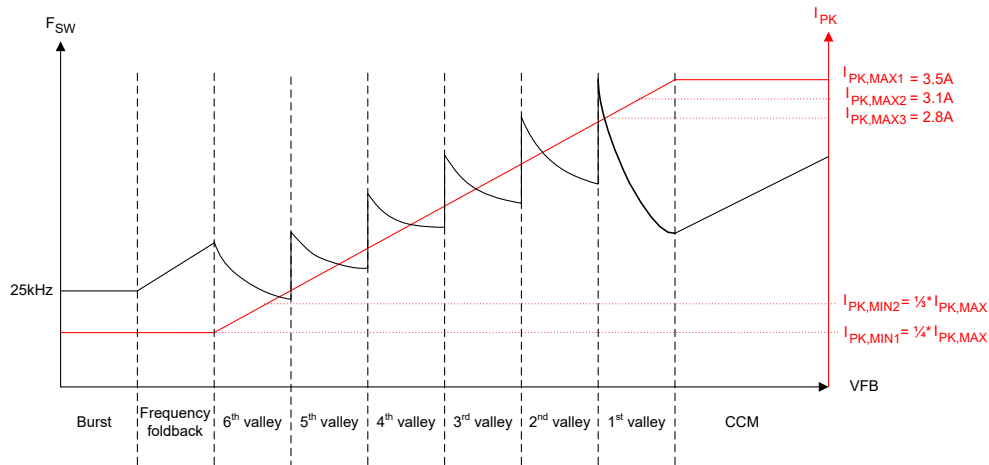
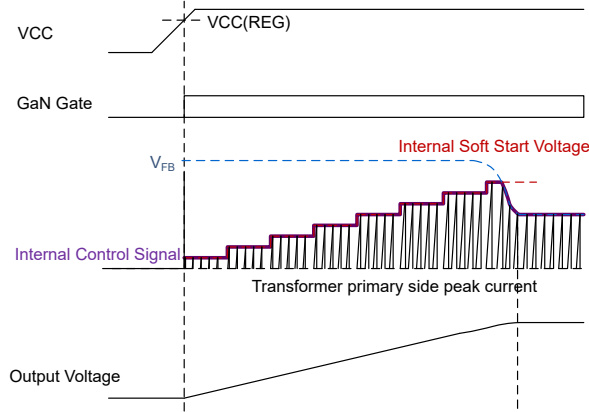

図 7-4. UCG2883x/4x 制御規則
図 7-9. ソフト スタート シーケンス
出力レギュレーションを行うには、フィードバック (FB) ピンをオプトカプラのコレクタに接続します。このピンには、オプトカプラのバイアス用に 60kΩ の内部プルアップ抵抗が備わっています。このピンの瞬間電圧は、図 7-4 の制御規則に基づいて、スイッチング周波数、ピーク電流、動作モード (バースト、フォールドバック、バレー スイッチング、または CCM) を決定し、必要な出力電力を供給します。高周波ノイズ フィルタリングのため、このピンとグランドとの間に 100pF または 220pF のコンデンサを接続します。
したがって、UCG2883x/4x では、各スイッチング サイクルで、ピーク電流スレッシュホールドに達した後に、1 次側 GaN HEMT がオフになり、不連続モード (DCM) 動作中に磁化リングで次のターゲット バレーでオンになります。1 次側ピーク電流とターゲットの瞬時値は、図 7-4 の制御規則に従って帰還 (FB) ピン電圧によって決定されます。FB ピンをオプトカプラコレクタに接続します。負の帰還ループは、出力で特定の  $V_{OUT}$  および  $P_{OUT}$  をサポートするために必要な値に FB ピンの電圧を設定します。後で説明するように、本デバイスはバースト、周波数フォールドバック、バレー スwitching、連続導通モードの 4 つの動作モードのいずれかで動作できます。
図 7-4 に示す制御規則では、UCG2883x/4x は最大ピーク電流  $I_{PK, MAX}$  を選択できる柔軟性を備えており、定格負荷および変圧器サイズでのスイッチング周波数に対して最適化できます。 $I_{PK, MAX}$  の各設定について、最小ピーク電流  $I_{PK, MIN}$  に対して  $1/3$  または  $1/4$  のスケール比を使用できます。この  $I_{PK, MIN}$  値によって、フライバック コンバータが周波数フォールドバックまたはバースト モードで動作しているときの軽負荷条件でのスイッチング周波数および損失が決定されます。 $I_{PK, MAX}$ 、 $I_{PK, MIN}$  のすべての値について、式 1 のとおり、制御規則のピーク電流と帰還電圧の勾配は同じに変わりません。表 7-5 に、表 7-2 のさまざまなピーク電流設定に対する、異なるモード間およびバレー間で遷移するためのスレッシュホールド電圧を示します。
UCG2883x/4x は、スイッチング損失を低減するため、ソフトスイッチングとバレーでの 1 次側 FET ターンオンで動作するように設計されています。コンバータは、ピーク負荷過渡時を除き、バレー スイッチングで動作します。ピーク負荷過渡時には、CCM モード (CFX ピンを使用して有効化されている場合) に制御が移行する場合があります。バレー スイッチングモード中、目標バレーおよびピーク電流スレッシュヨルドは 図 7-4 および 式 1 の制御規則によって制御されます。
図 7-4 に示すように、出力電力が増加して最初のバレー QR 動作の境界に達すると、制御は  $I_{PK, MAX}$  にクランプし、CCM モードで 2 次側導通時間  $T_{OFF}$  の減少を開始します。この  $T_{OFF}$  時間の減少は、FB ピンの電圧が QR モードのオフ時間の 30% まで上昇することに比例して、QR モードの出力電力供給能力の最大 1.7 倍に達します。CCM モードで周波数クランプに達しないようにし、出力電圧リップルを増加させる可能性のあるサブハーモニック振動を回避するため、アプリケーション要件に応じて、一次側励磁インダクタンス  $L_M$  を十分に大きい値を使用します。CCM モードでは、ピーク電力能力を最大化するため、スイッチング周波数クランプのクランプ周波数が 2 倍になります。長時間の出力電力過渡については、コンバータは 10ms の CCM タイマが満了した後、QR モード動作の 4 スwitching サイクルにわたって最初のバレー QR モードに戻り、CCM 動作を再開します。電力が低下して CCM 動作が不要になるまで、この動作は 10ms ごとに繰り返されます。表 7-4 の値に応じて、CFX ピンと GND の間に抵抗を接続して CCM モード動作を有効化または無効化できる柔軟性があります。
フライバック コンバータがオンになると、0V の出力電圧で起動します。低電圧によって、フィードバック電圧 FB が最大値にクランプされ、過負荷保護がトリガされる可能性があります。クランプを防ぐため、UCG2883x/4x はソフト スタート モードで起動します。図 7-9 に示されているように、この期間中、内部 FB 電圧ランプは、4ms で 0V から最大値まで 8 ステップ増加します。内部 FB ランプの最大値は、 $I_{PK, MAX}$  の 80% に相当する値であり、IPS ピンのさまざまな抵抗設定に対して変化します。ソフト スタート中は、この内部ランプ電圧のうち小さい方と実際の FB ピン電圧を使用して、図 7-4 の制御規則でデバイスの動作点を決定します。4ms の終わりに内部 FB ランプ電圧が最大値に達すると、出力レギュレーション用に制御が FB ピン電圧に転送されます。ソフト スタートシーケンスは、起動時、またはフォルト (自動再試行またはラッチ) およびブラウンアウト状態から回復するたびに実行されます。最小周波数クランプは、ソフト スタート時にのみ 10kHz に変更されます (その他の場合は、通常動作中 25kHz)。10kHz の最小周波数クランプは、起動時にバレーが欠落しており、制御法則により、出力コンデンサを充電するために、最後のターンオン エッジから 100 $\mu$ s ごとに 1 次側 GaN HEMT のターンオンが強制される場合に役立ちます。